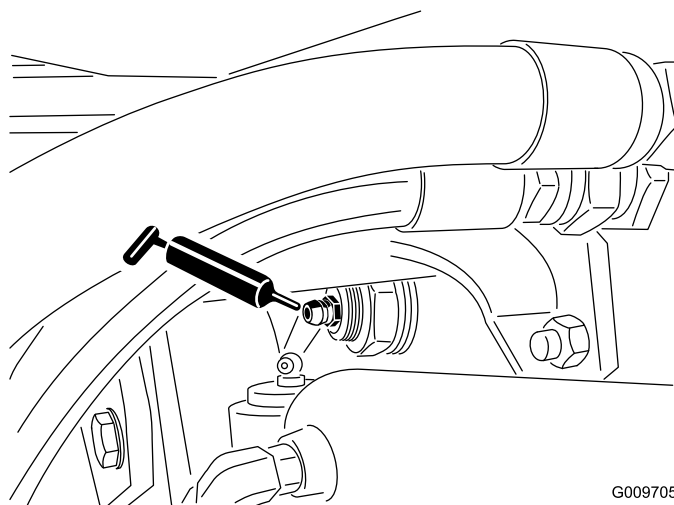

図 36
- 図 36 に示す、後アクスルピボットのブッシュ 2 ヶ所